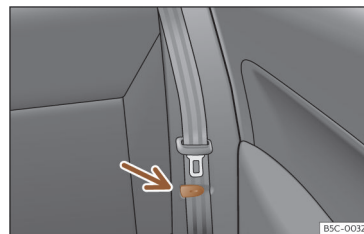

Fig. 94 Banco traseiro: pinça para fixar o cinto de segurança.
- Coloque os cintos de segurança laterais no suporte do revestimento >>> **Fig. 94**.